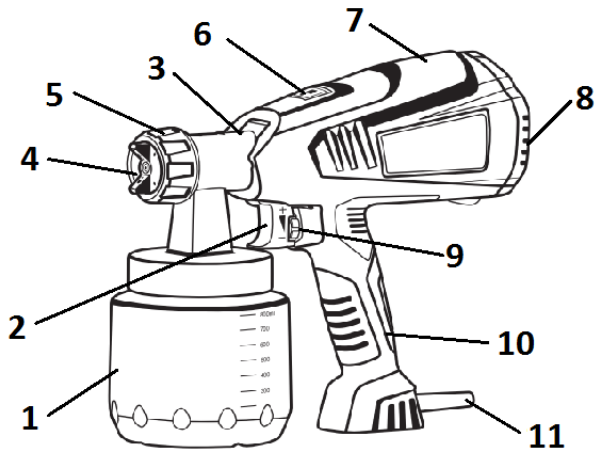

Рисунок 1
- перевірити стан повітряного фільтру під кришкою (8, рис.1) і за необхідності замінити, з'єднати усі частини виробу;
4.2 Виберіть необхідний режим роботи виробу за допомогою регулятора форми струменя (3) та регулятора обертів (9) (див. рисунок 1). Увімкнення виробу відбувається курковою клавішею вимикача, при натисканні якої, включається двигун з крильчаткою та розпилює матеріал на поверхню.